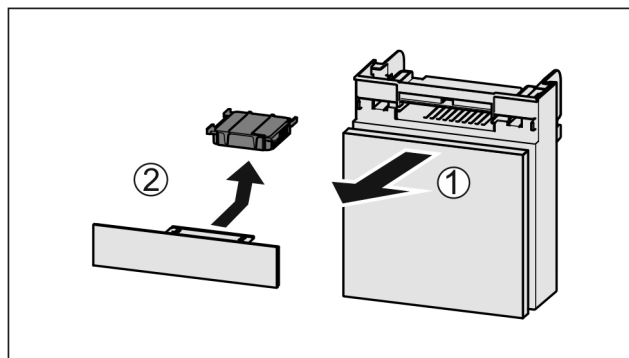

Fig. 126
- Vytiahnite zásuvku smerom dopredu Fig. 126 (1).
- Vyberte aktívny uhlíkový filter Fig. 126 (2).